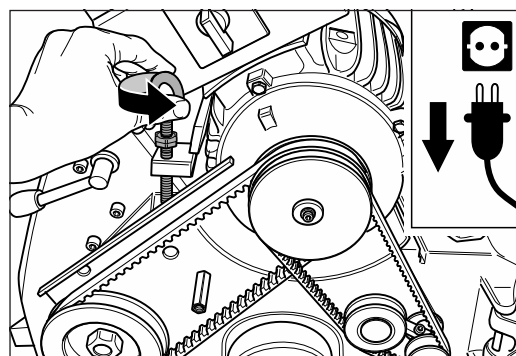

Abb. 30 Die Spannschraube gegen den Uhrzeigersinn drehen. Dadurch werden die Keilriemen entspannt.
- 6 Drehen Sie die Spannschraube am Motor gegen den Uhrzeigersinn (Abb. 30). Dadurch werden die Keilriemen entspannt.